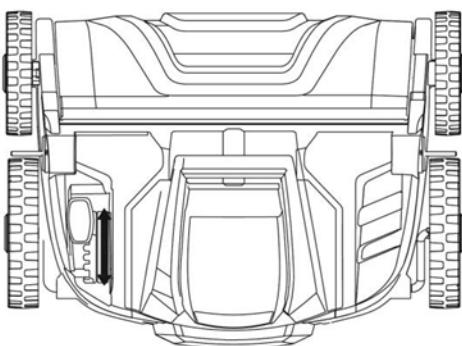

Fig.6.1
Sustitución del rodillo (Fig. 6.1 - 6.5)
- Coloque el aparato del lado del motor en un lugar seco y afloje la tuerca de mariposa girándola en sentido antihorario para abrir el cierre (Fig. 6.1 - 6.2).